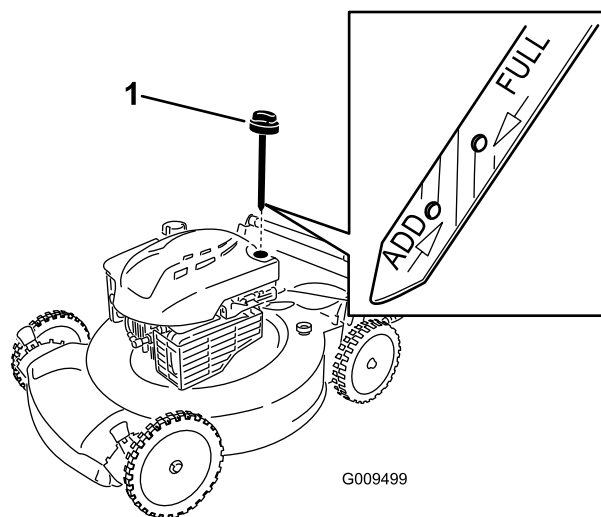

Рисунок 4
2. Выньте щуп, повернув крышку против часовой стрелки и вытянув ее (Рисунок 4).
**Примечание:** В случае падения уровня масла ниже минимального (отметка «Долить» на масляном щупе), **медленно** залейте небольшое количество масла в заливную горловину маслобака, подождите 3 минуты и повторите операции 3 до 5 повышения уровня масла до максимального (отметка **Полный** на масляном щупе) (Рисунок 4).